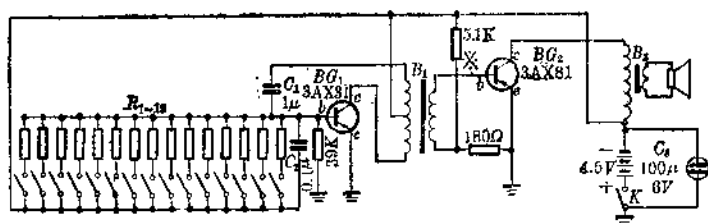

图 1
这里介绍的电子琴* 是由一级音频振荡和一级音频放大器组成(图 1), 改变振荡器偏流电阻获得不同音频振荡, 从而产生高低不同的音调。这只琴线路简单, 制作调整方便, 装成以后可以弹奏革命歌曲。
1. 全部零件按图 1 装在一块 160×80 [毫米]² 的胶木板